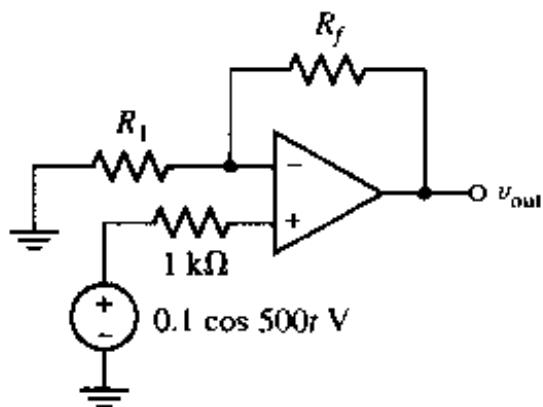

图 6.30
9. 在图 6.30 中,选取 R_1 和 R_f 的值使得 $v_{out} = 23.7 \cos 500t$ V。